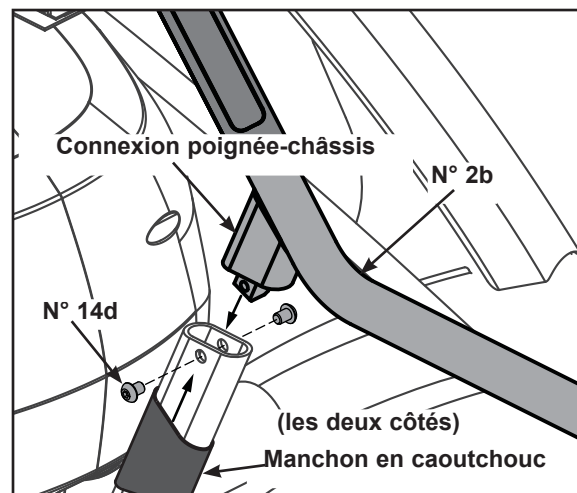

Figure 6 (750A)
- D. Appliquez du Loctite (n° 16) et insérez les quatre vis de blocage à tête ronde de 0,375-16 x 0,50 en acier inoxydable (n° 14d) tel qu'illustré à la figure 6. Ne les serrez pas pour le moment.
- F. Avec la clé Allen de 7/32 po, serrez les quatre vis à tête ronde (n° 14d) pour fixer l'assemblage du guidon. Reportez-vous à la figure 6.